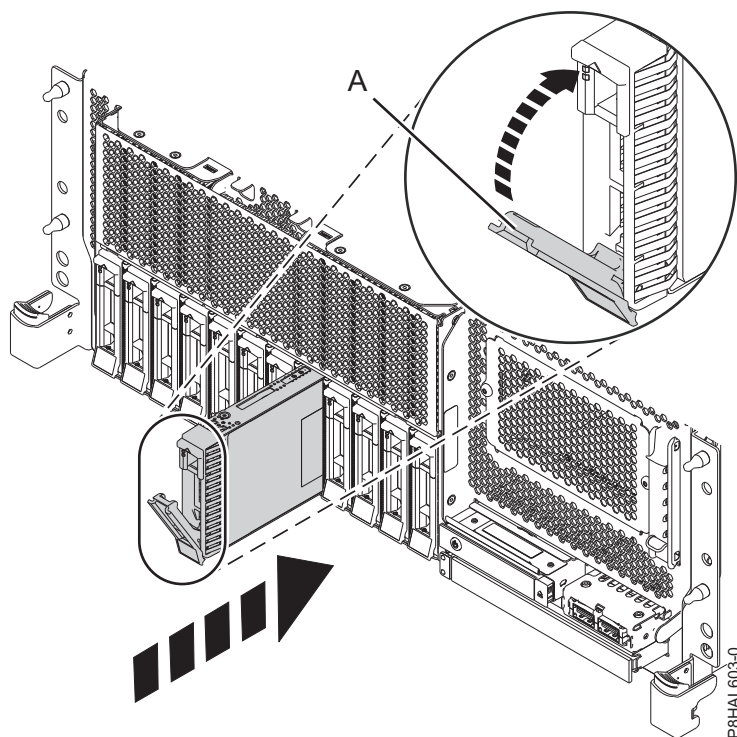

Figure 63. Remise en place d'une unité de disque dans un système à fonction de base monté en armoire
3. Déverrouillez la poignée de la baie d'unité (A) en appuyant dessus et en la tirant vers vous. Si la poignée n'est pas complètement sortie, vous ne pouvez pas insérer l'unité dans le système. Voir : figure 63, figure 64, à la page 70, figure 65, à la page 71 et figure 66, à la page 72.
5. Faites glisser complètement l'unité dans le système et poussez la poignée de la baie d'unité (A) jusqu'à ce qu'elle s'enclenche, comme illustré à la figure 63, figure 64, à la page 70, figure 65, à la page 71 et figure 66, à la page 72.